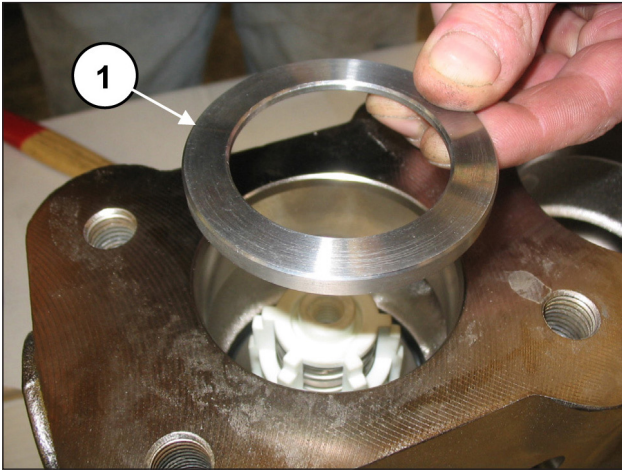
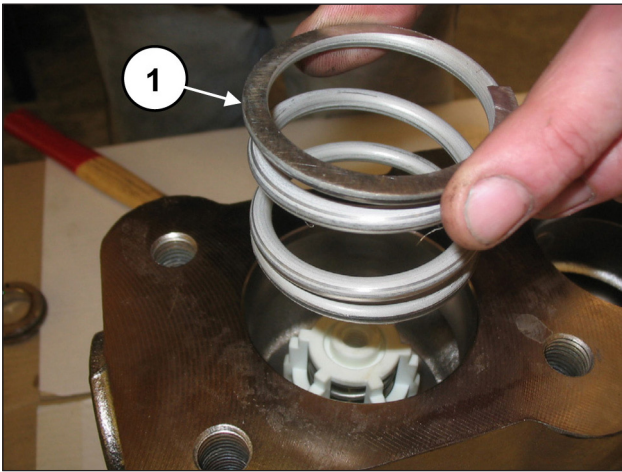

Fig. 123
Fig. 124
Insira o anel do local da válvula (pos. ①, Fig. 123) e a mola (pos. ①, Fig. 124).